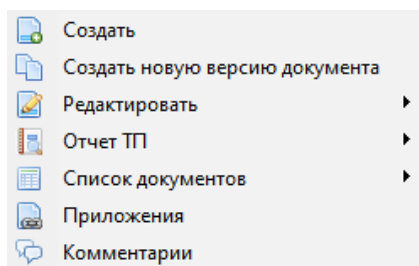

Рисунок 1 – Выпадающий список
- 1.1) «*Документ*». По нажатию на кнопку открывается выпадающий список (Рисунок 1 – Выпадающий список) для редактирования или регистрации, создания новой версии документа, просмотра комментариев или файлов к документу;